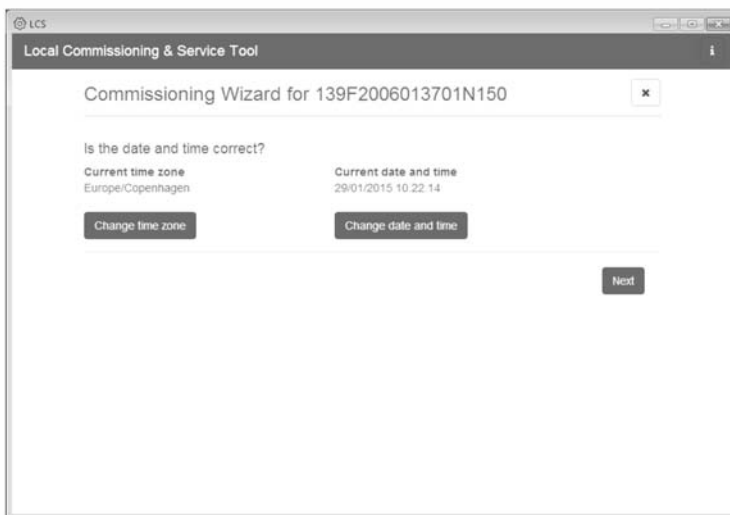

Imagen 5.3. LCS-Tool: comprobación de fecha y hora
4. Compruebe que la fecha y la hora sean correctas. De lo contrario, corríjelas y continúe. Consulte la imagen 5.3.